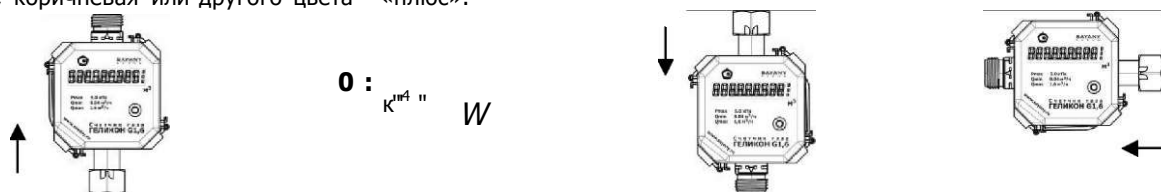

Рисунок 4
- 6.6 Счетчик может быть смонтирован в любой пространственной ориентации. При этом конструкция крепления блока измерительного на патрубок счетчика позволяет развернуть блок измерительный таким образом, чтобы индикатор счетчика находился в удобном для считывания положении (см. Рисунок 4).